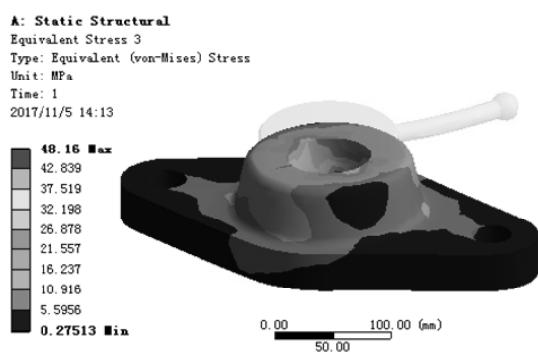

图 7.6.48 应力结果图解 (base-down)
(5) 查看 base-down 应力结果图解。在“Outline”窗口中选中 Equivalent Stress 3，查看图 7.6.48 所示的零件 base-down 的应力结果，其最小应力为 0.27513 MPa，其最大应力为 48.16 MPa。